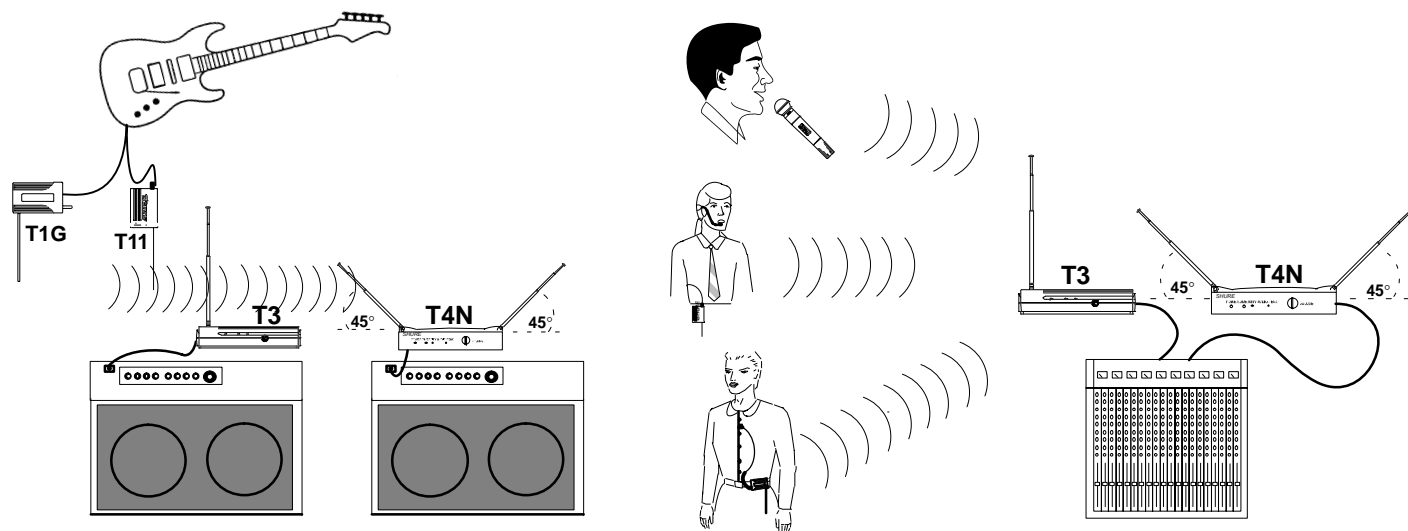

FIGURA 8. FUNCIONAMIENTO DE LOS SISTEMAS INALAMBRICOS
2. Conecte la salida del receptor. **The Guitarist:** enchufe un cable de guitarra normal (se incluyen dos) al conector de salida del receptor. Enchufe el otro extremo a un amplificador de guitarra, tal como se indica en la Figura 8. **The Headset, Vocalist, Presenter o Bodypack:** Emplee un cable provisto de un enchufe de auriculares de 1/4 pulg (**T3, T4N**) o un conector XLR hembra (**T4N**) para conectar el receptor a la entrada de nivel de micrófono de una consola mezcladora o sistema de sonido, tal como se indica en la Figura 8.
3. Extienda la(s) antena(s). **T3:** La antena debe estar totalmente extendida y vertical, como se muestra en la Figura 8. **T4N:** Las antenas deben hallarse totalmente extendidas, en ángulo divergente entre sí y en un ángulo de 45 grados con respecto a la vertical, como se muestra en la Figura 8.